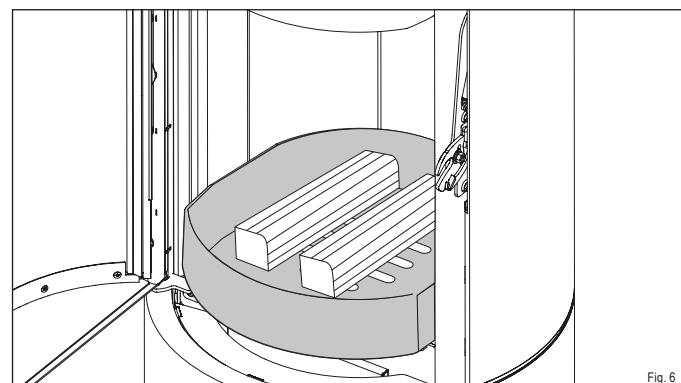

Fig. 6
- Placez deux bûches (4) avec un poids total de 1,4 kg au centre dans le foyer (avec la partie frontale orientée vers l'avant) Laissez env. 5 cm d'écart avec la vitre du foyer (Fig. 6).